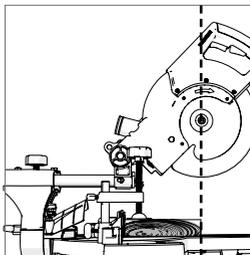

Fig. 27
- Afferrare l'impugnatura di taglio e tirare la testina di taglio finché il mozzo (parte centrale della lama di taglio) si trova sopra il bordo superiore del pezzo da lavorare. (Fig. 27)